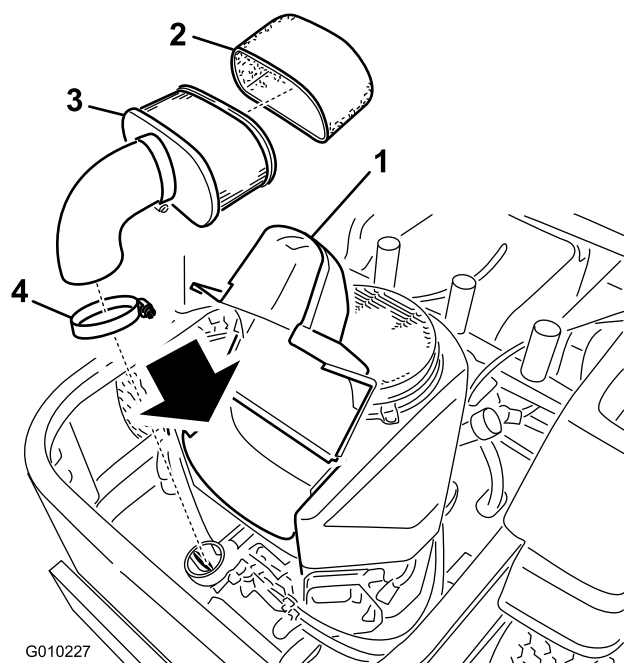

Figura 38
3. Pulite intorno al filtro dell'aria per evitare che la morchia possa penetrare nel motore provocando gravi danni. Allentate le due manopole di plastica presenti sul coperchio e rimuovete il coperchio del filtro dell'aria (Figura 38).
4. Togliete con cautela l'elemento in schiuma sintetica dall'elemento di carta (Figura 38).
5. Svitare il dado ad alette e togliete l'elemento di carta (Figura 38).